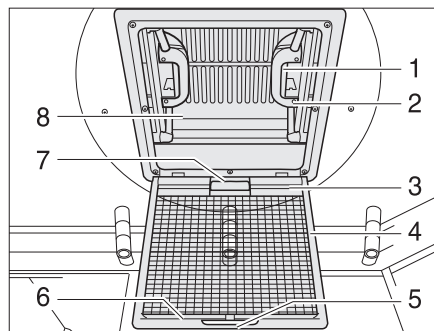

Fig. 85 Oblò a scatto
- Tirare la maniglia (Fig. 85,5).
- Ribaltare la protezione contro gli insetti (Fig. 85,4) verso il basso.
- Premere la chiusura a scatto (Fig. 85,1) verso l'interno dell'oblò (Fig. 85,8). Premere contemporaneamente verso l'alto l'oblò con la maniglia (Fig. 85,2).
- Spingere la protezione contro gli insetti (Fig. 85,4) verso l'alto finché non si innesta.
- Tirare con forza verso il basso le due maniglie (Fig. 85,2) dell'oblò (Fig. 85,8), fino a quando non scattano (Fig. 85,1) entrambe le chiusure.
- Tirare l'oscurante a rullo per la maniglia (Fig. 85,7) e agganciare il listello portaganci (Fig. 85,3) nel listello di supporto (Fig. 85,6) sulla protezione contro gli insetti.
- Staccare il listello porta-ganci (Fig. 85,3) dal listello di supporto (Fig. 85,6) e ricondurre lentamente l'oscurante a rullo.